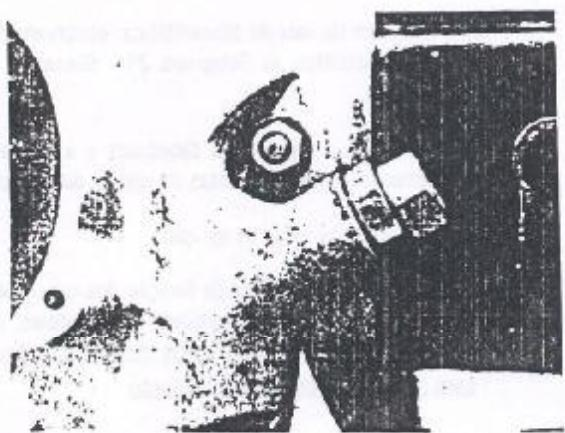

Figura 1.01.9 - Conjunto tensor da corrente da distribuição.
ajuste, a porca de rosca dupla, a mola e o tacho de encosto (Figura 1.01.9).
1. Remover a contrapõrça do conjunto do tensor (Figura 1.01.9)